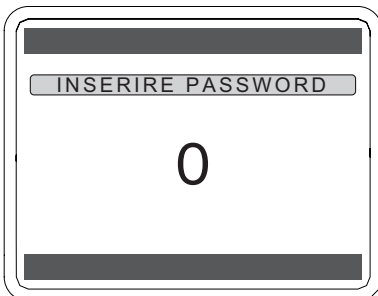

Figura 5.49
- Premere contemporaneamente per 5 secondi i tasti (↻) e (∨) per entrare in programmazione Figura 5.49.